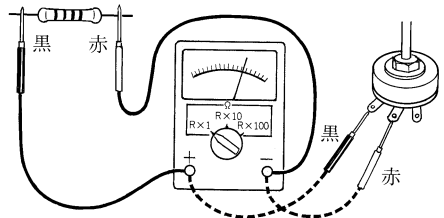

図17 抵抗の検査
- 図17のように、回路計で最適の測定レンジを選んで各抵抗器の値を測定する。可変抵抗器の場合は、三つある端子のうち、中央の端子と左右どちらかの端子にテスト棒を当て、つまみを回してみる。指針が滑らかに振れればよい。